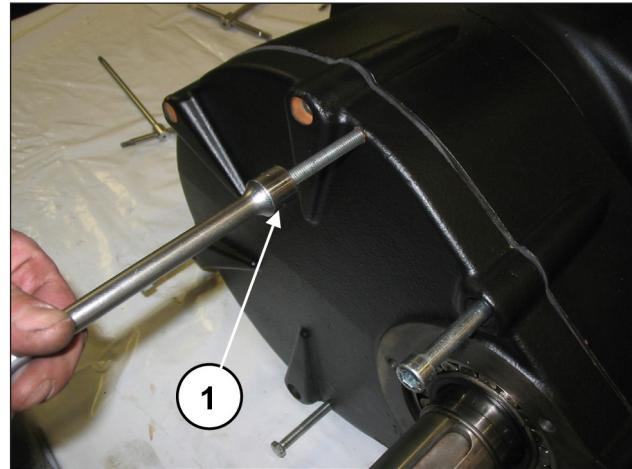
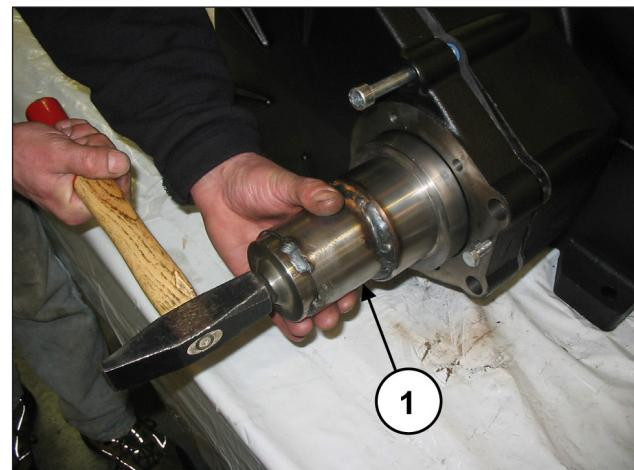

Fig. 8
Fig. 9
Apretar los 3 tornillos prisioneros roscados (pos. ①, Fig. 8) que actúan como extractores, aplicar la herramienta (cód. 27516700) y golpear sobre ella para que el cojinete no se salga del piñón al extraer la tapa (pos. ①, Fig. 9).